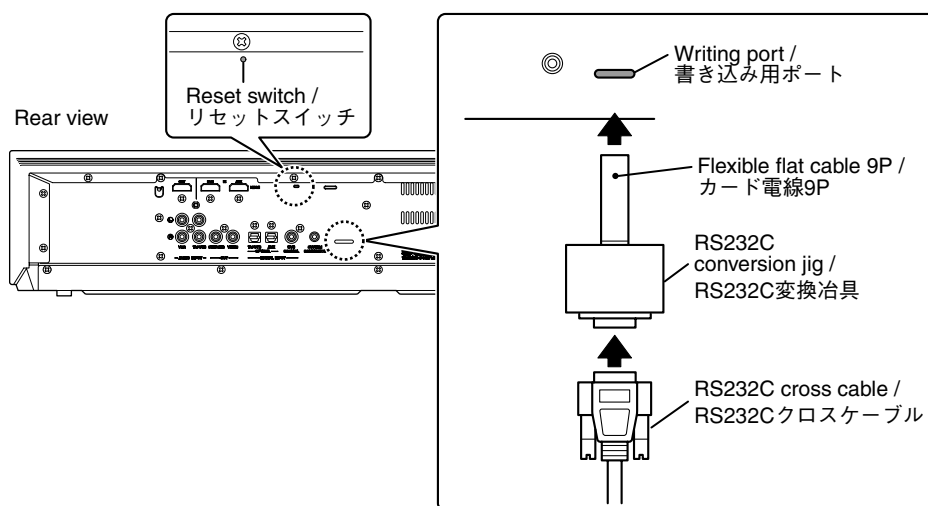

Fig. 1
2. Connect the writing port of this unit to the serial port (RS232C) of the PC with RS232C cross cable as shown below. (Fig. 1)
3. While pressing the reset switch of this unit, connect the power cable to the AC outlet. (Fig. 1)
2. 本機の書き込み用ポートとPCのシリアルポート (RS232C) を下記のように接続します。(Fig. 1)
3. 本機のリセットスイッチを押しながら、電源コードをACコンセントに接続します。(Fig. 1)